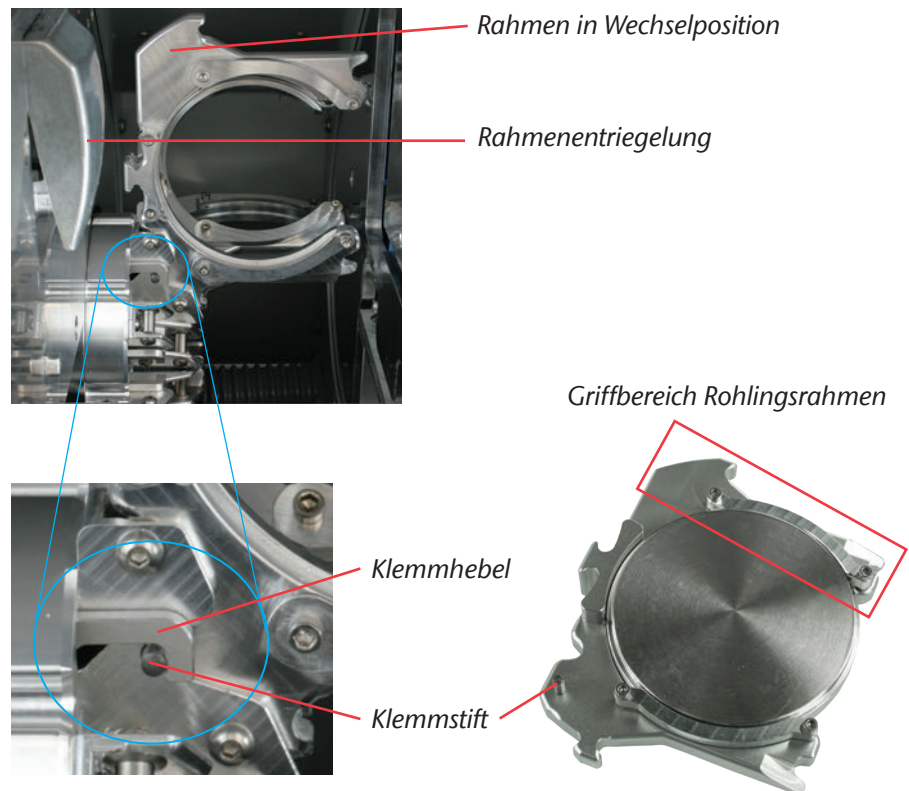

ABBILDUNG 7: ROHLINGSMAGAZIN BESTÜCKEN
- M3.** Halten Sie den Rohlingsrahmen im Griffbereich gegenüber des Klemmstifts (siehe Abbildung 7 auf Seite 29 rechts unten).